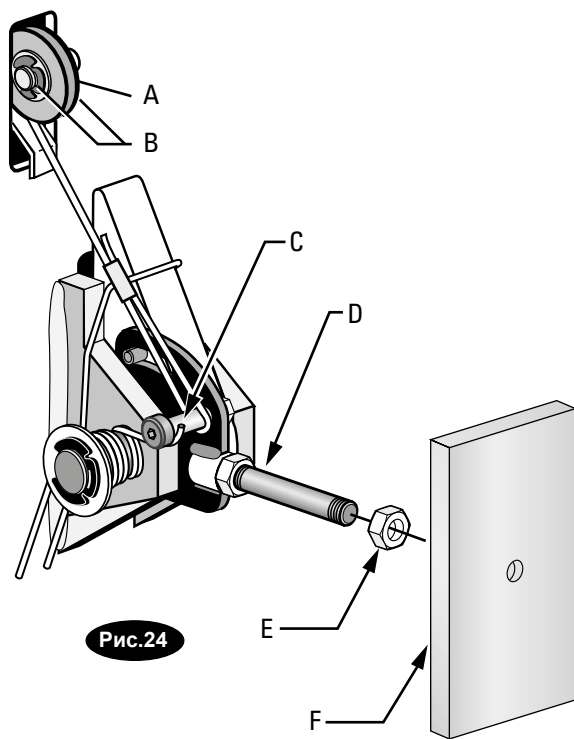

Рис. 24 - сборочные части
- B) Протяните конец кабеля с петлей поверх конца винта с буртиком на правой защелке платы управления ,см. рис. 24.
- C) Протяните другой конец кабеля через вырез шкива защелки кабеля и проверьте ,что кабель проложен между нижней стороной шкива защелки кабеля и крышкой шкива ,а затем идет внутри правой стойки ,см. рис. 24.
- J) На этом шаге НЕОБХОДИМО установить ручку защелки, стопорную гайку и крышку защелки правой стойки, см. рис. 24 и 27. Установите круглую рукоятку ручки защелки, см. рис. 27.